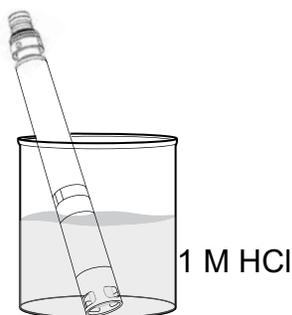

図73 食濃塩酸を使用した pH および pH/ORP センサーの清掃
1. 1 モル (1 M) の HCl (濃塩酸) にセンサーを 30~60 分間漬け込みます (図73)。HCl 試薬は、ほとんどの化学薬品業者または実験器具業者から購入できます。負傷防止のために、慎重に HCl メーカーの指示に従ってください。HCl を入手できない場合、センサーをホワイトビネガーに漬け込みます。